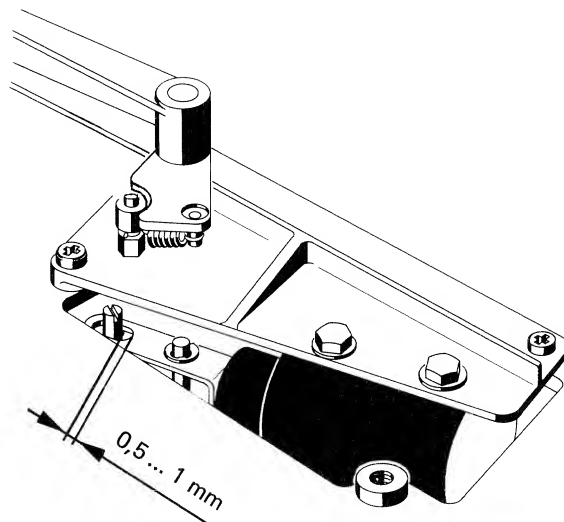

Fig. 3.3.—2
- Andruckmagnet lösen und soweit nach links verschieben, dass zwischen Achse und Bügel ein Luftspalt von ca. 0,5 ... 1 mm entsteht (Fig. 3.3.—2).